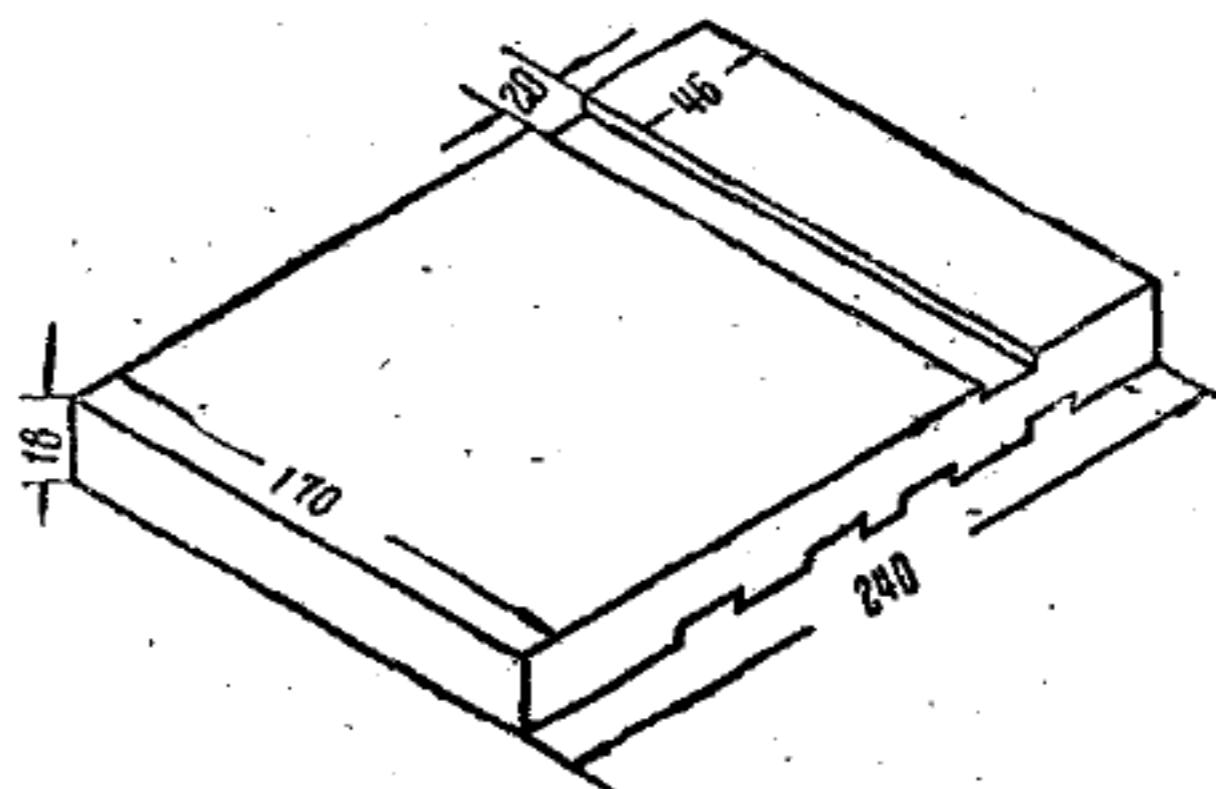

图 2 底板
1. 底板(見图 2) 底板长 240 毫米，宽 170 毫米，厚 18 毫米，先划好线再用锯子锯下。然后，用刨子把上下两面刨光，要注意不能高低不平，否则就要使触头安装不稳或倾斜，造成接触不良。在要安熔断絲的下面挖一条 3~5 毫米深的槽(見图 2)，挖平整些，因为安装完后要粘砂子的。